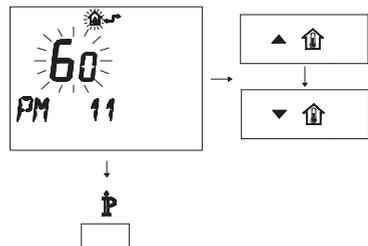

Figura 5.45
- Per modificare il SET programmato agire sui pulsanti ▲**UP** o ▼**DOWN** e aspettare che il numero programmato cominci a lampeggiare (Figura 5.45). Ogni passo incrementato o decrementato corrisponde a 1 secondi.